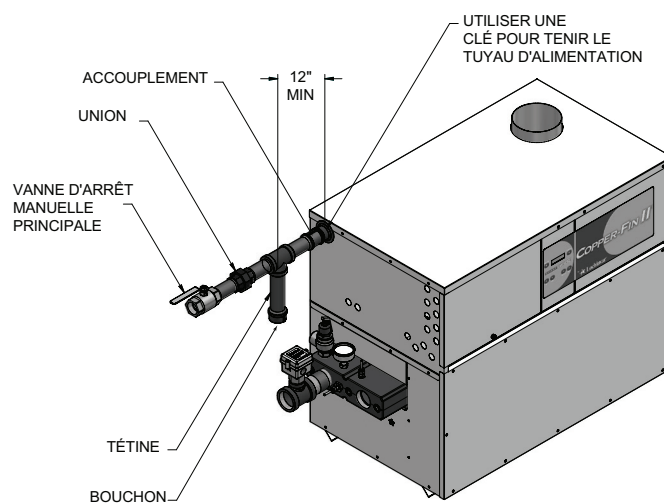

Figure 3-1\_Raccordement de la conduite de gaz
- Installer un piège à sédiment sur la conduite d'alimentation vers l'entrée de gaz de l'appareil (voir FIG. 3-1).